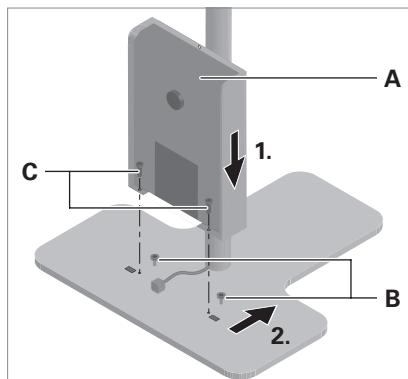

Fig. 2: Monter l'unité d'alimentation.
- ▶ Placez l'unité d'alimentation **A** sur les vis **B** prémontées sur le pied du luminaire, voir Fig. 2.
- ▶ Insérez l'unité d'alimentation jusqu'à la butée en direction du bras vertical, voir Fig. 2.
- ▶ Fixez l'unité d'alimentation sur le pied du luminaire avec les vis livrées **C**, voir Fig. 2.